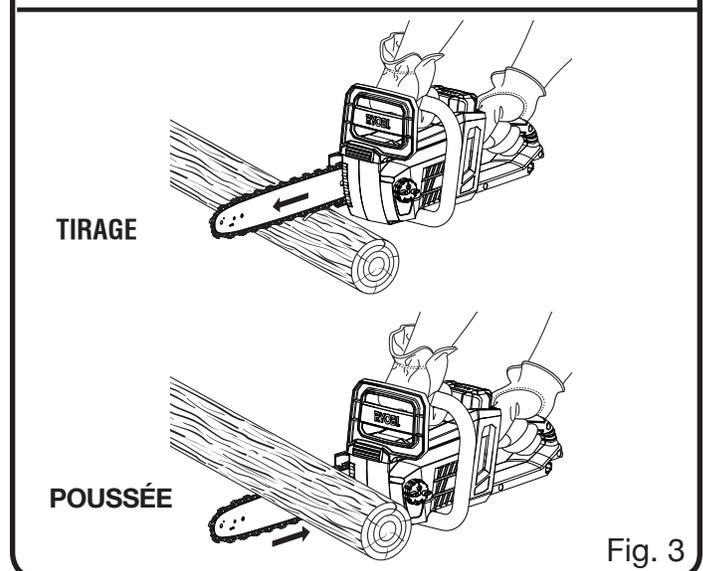

Fig. 3
- Poussée et tirage - La force de réaction s'exerce toujours dans le sens opposé à la rotation de la chaîne, au point de contact avec le bois. Par conséquent, l'opérateur doit être prêt à contrôler la TIRAGE lorsque la coupe est effectuée avec le bas du guide et la POUSSÉE lorsque la coupe est effectuée avec le haut du guide. Voir la figure 3.